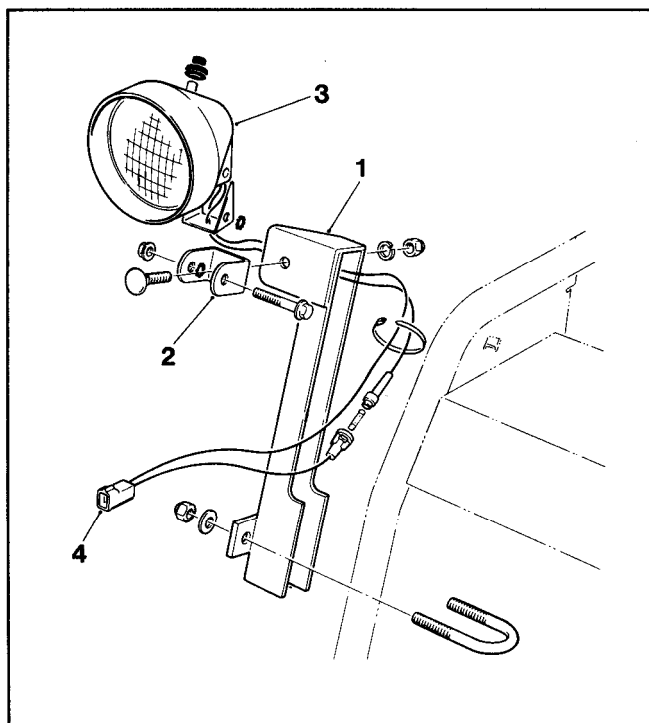

Figura 1
2. Con il bullone ad U, le rosette ed i dadi forniti nel kit, fissare (senza stringere) il sostegno delle luci alla stegola come mostrato nella figura 1.